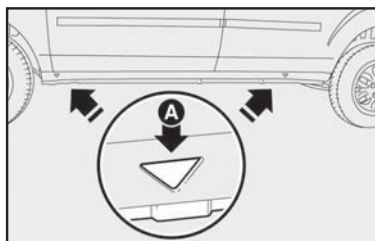
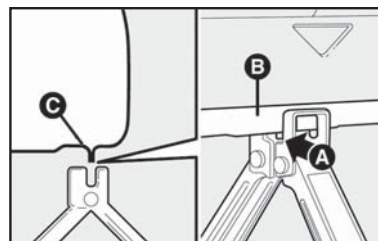
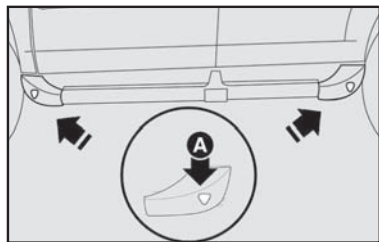

fig. 11
fig. 12
fig. 13
4) Colocar o macaco onde está marcado o símbolo ▼ **A-fig. 11**, perto da roda a substituir, e certificar-se de que a ranhura **A-fig. 12** do macaco esteja bem encaixada na longarina **C**.
Articular o encaixe superior do macaco, posicionando sua ranhura A-fig. 12 no encaixe da longarina C-fig. 12, na região indicada pelo símbolo A-fig. 13, com uma pequena inclinação. Esta operação deve ser feita com cuidado para que o macaco não toque no revestimento plástico do estribo lateral, o que poderia danificá-lo.